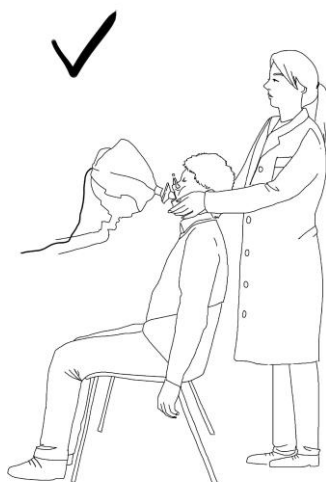

Figure 51 - Posición correcta para la medición de TOF
- El paciente debería estar sentado, con la espalda recta y el cuello ligeramente flexionado hacia arriba. Ajuste la altura del dispositivo para asegurar la posición correcta del paciente. (Figure 51)